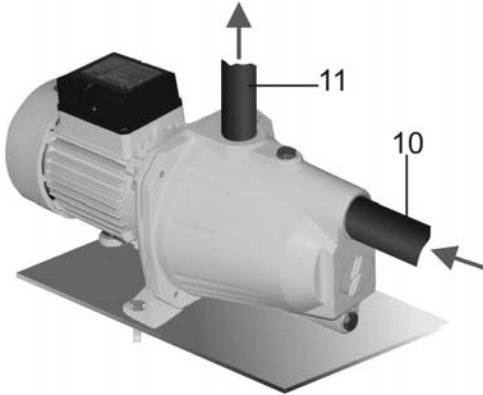

Рис.2
7. МОНТАЖ (Рис.2)
7.1. Насос необходимо закрепить к полу или к другой ровной и устойчивой поверхности с помощью двух болтовых соединений (не комплектуются), как показано на Рис.2.
- 8.1. Проверить, достаточен ли уровень воды в ёмкости или в колодце. Если есть вероятность опорожнения всасывающего трубопровода 10(Рис.2), не оставляйте насос без надзора, чтобы насос не работал "на сухую".
- 8.5. Открыть запорную арматуру на подающем трубопроводе 11 (Рис.2), чтобы воздух мог выйти из него.
- 8.8. Проверить поступает ли вода в подающий трубопровод 11 (Рис.2).